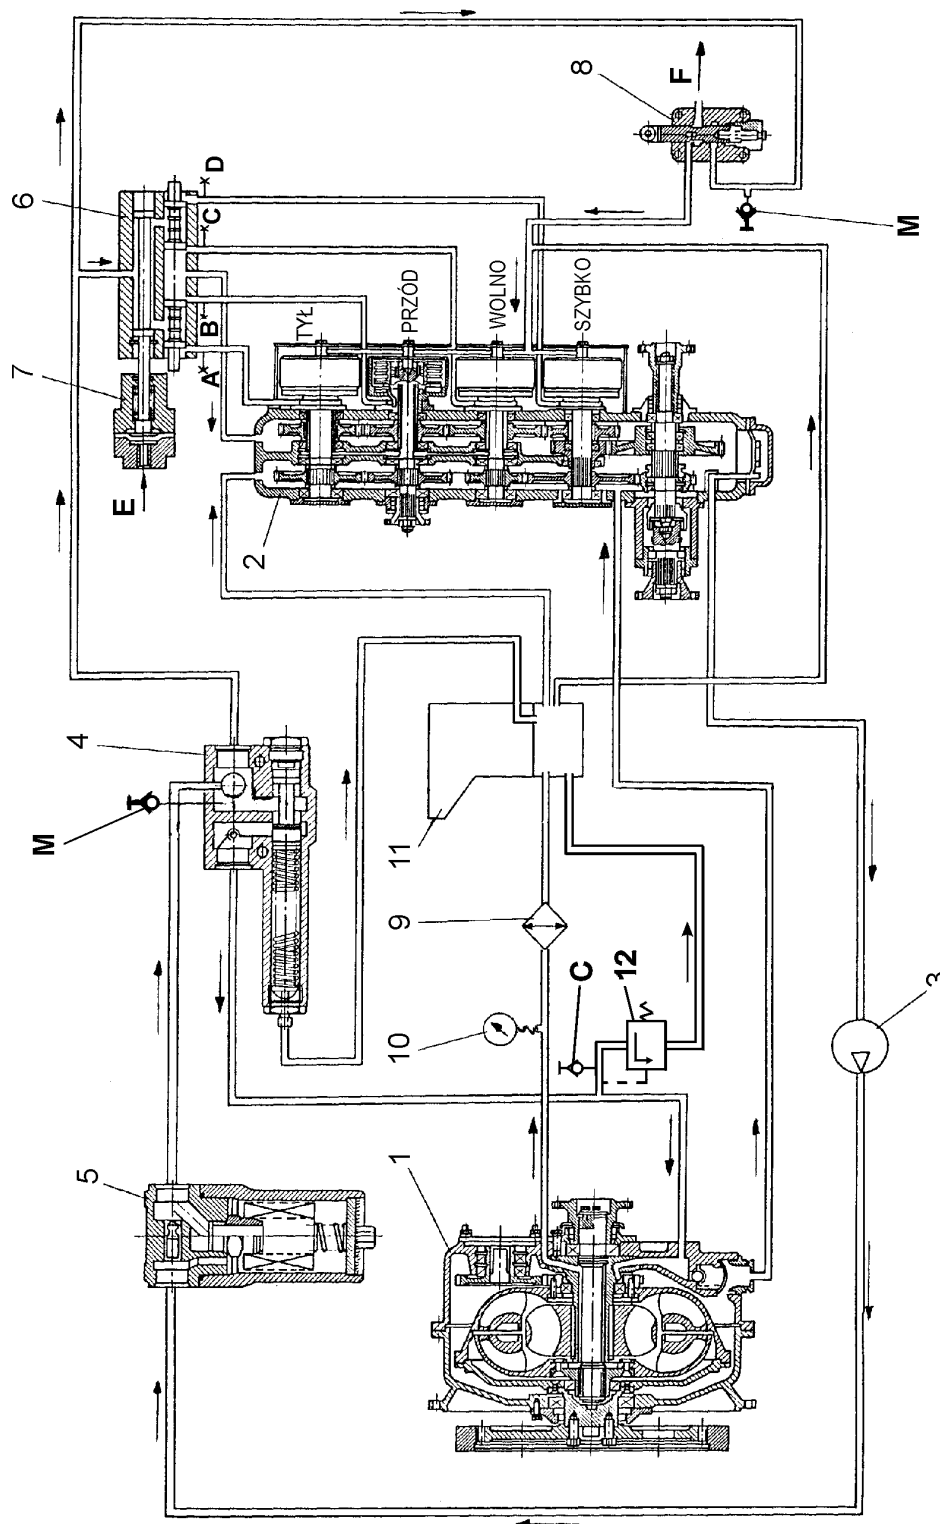
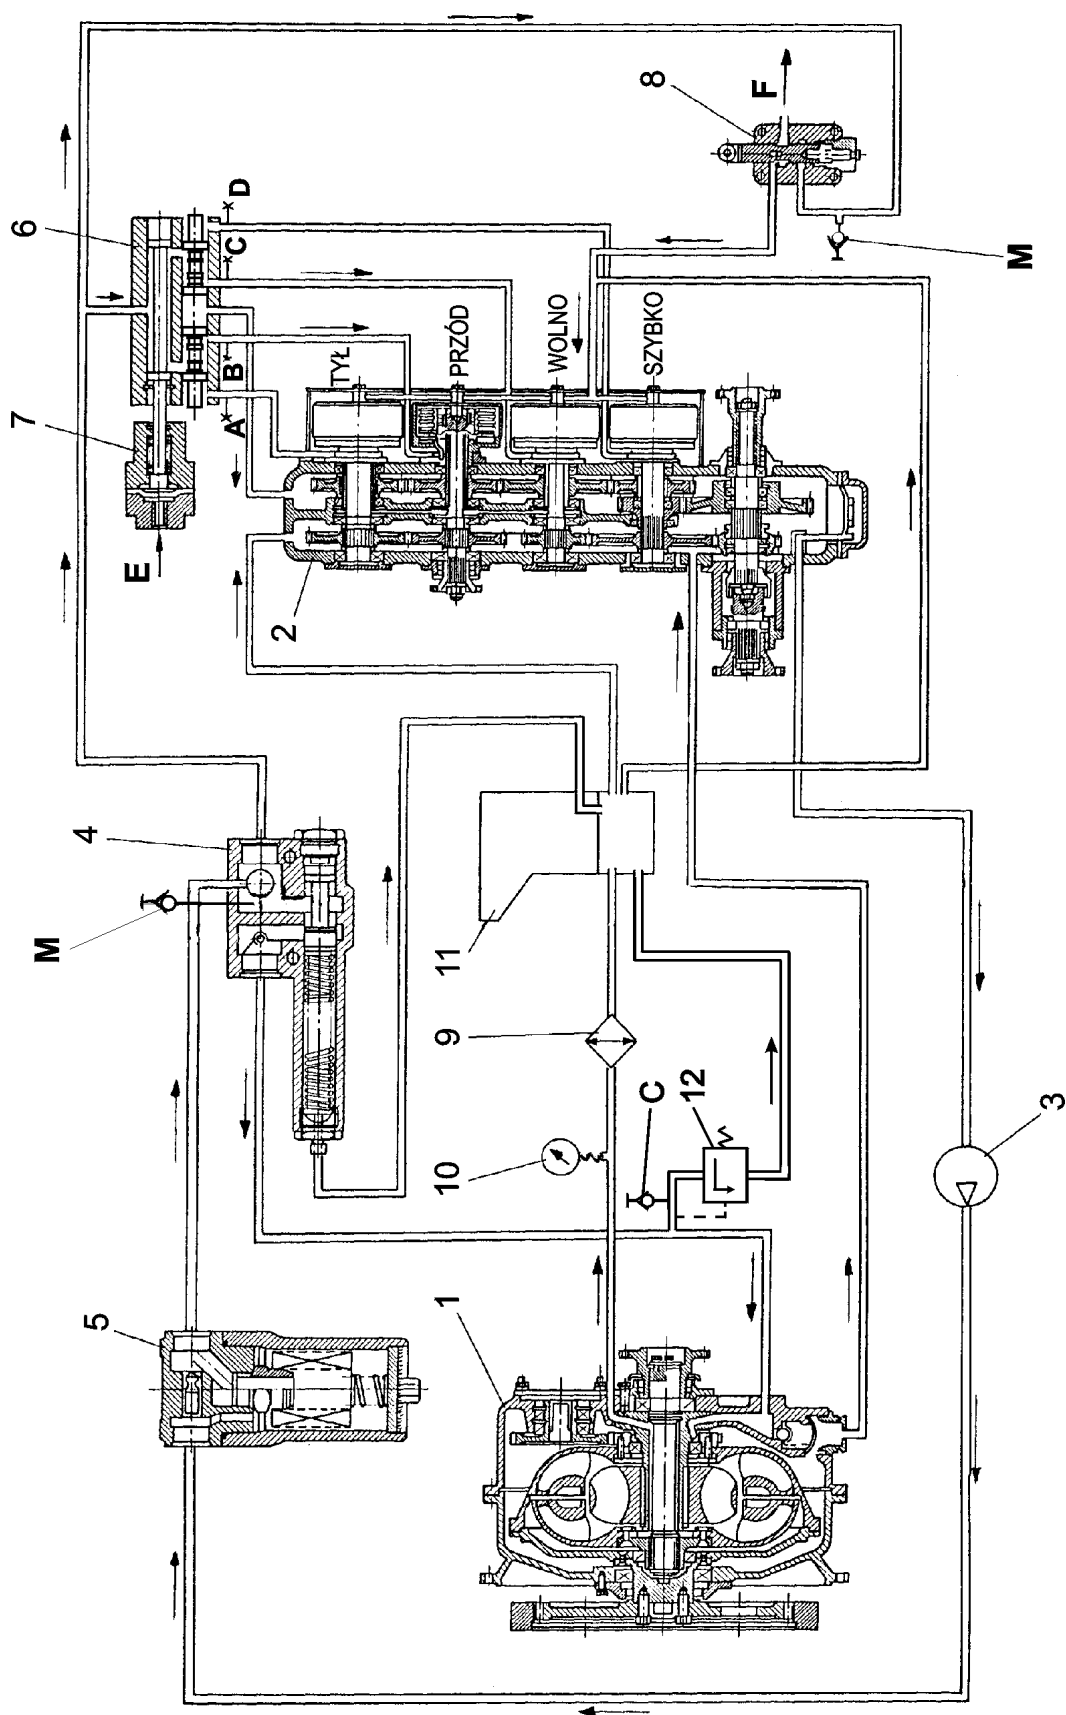

Рис. 7.1. Гидросистема трансмиссии – нейтральное положение
Рис. 7.2. Гидросистема трансмиссии – включена первая передача переднего хода
Спецификация к Рис. 7.1. и к Рис. 7.2.:
2. ОПИСАНИЕ И ДЕЙСТВИЕ (РИС. 7.1. И РИС. 7.2.)